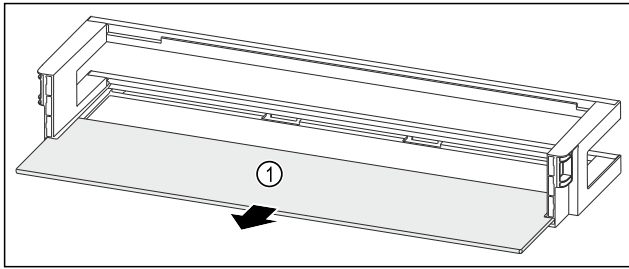

Fig. 163 Deurrek met draagplateau
- ▶ Draagplateau Fig. 163 (1) verwijderen.